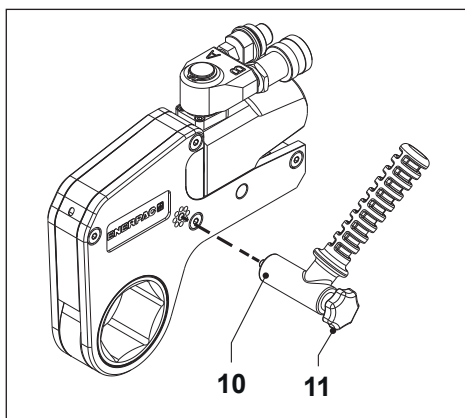

図3
3.2 位置決めハンドルを取り付けるには (図3)
- ・ 位置決めハンドル (10) をつまみねじ (11) で固定します。位置決めハンドルはレンチのいずれの側にも取り付け可能です。